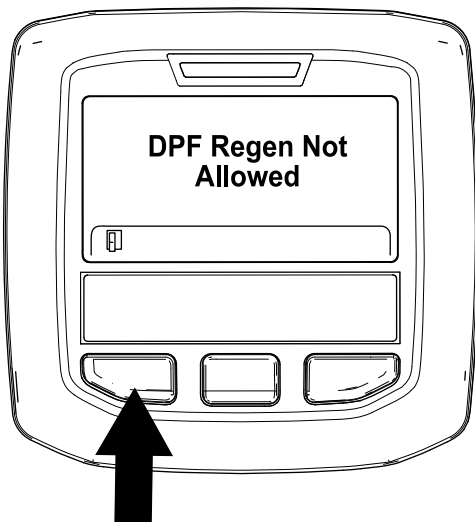

Figura 45
- Se o processo de regeneração não for permitido pelo computador do motor, surge a mensagem “DPF Regen Not Allowed” (Regen. do DPF não autorizada) no InfoCenter (Figura 45). Prima o botão esquerdo para sair para o ecrã inicial.